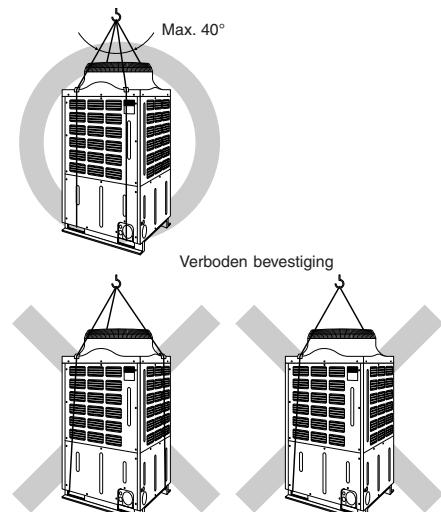

Fig. 3-3
3.3. Voorzorgsmaatregelen bij het takelen van het apparaat (Fig. 3-3)